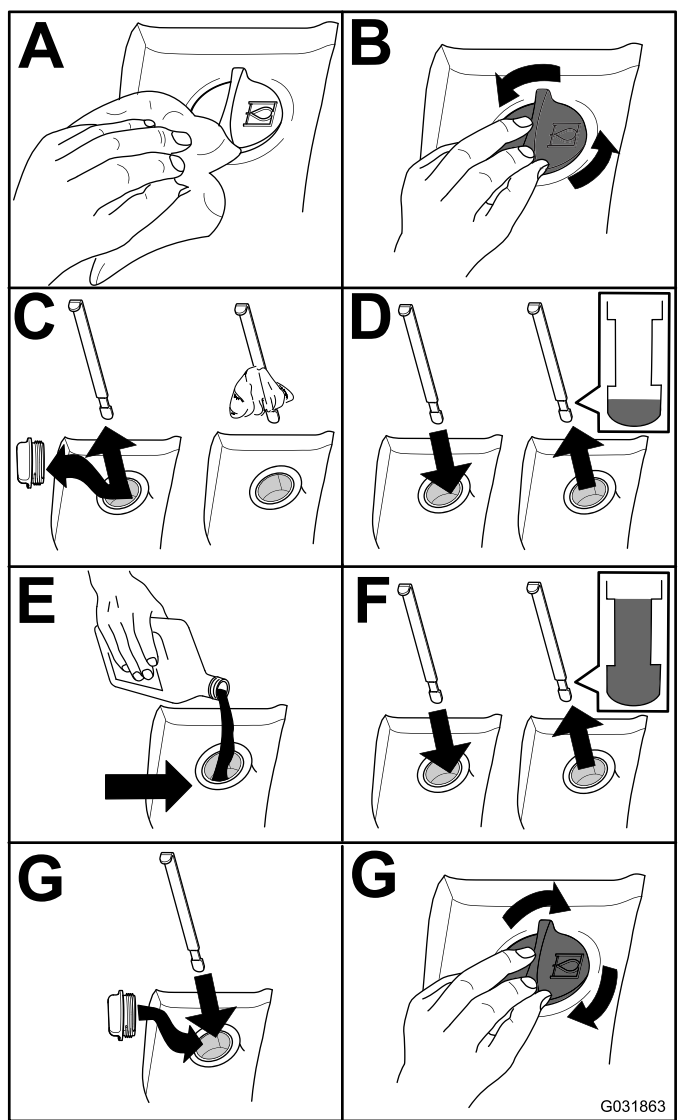

Figura 103
2. Verifique o nível de fluido hidráulico (Figura 103).